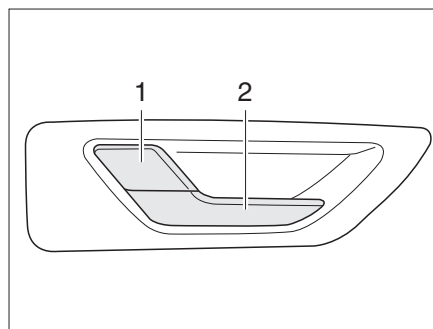

Fig. 39 Cerradura de la puerta del conductor, en el interior
- Tirar del tirador (Fig. 39,2). Se desbloqueó la cerradura de la puerta. La palanca de retención (Fig. 39,1) salta hacia fuera automáticamente.
- Presionar la palanca de retención (Fig. 39,1).